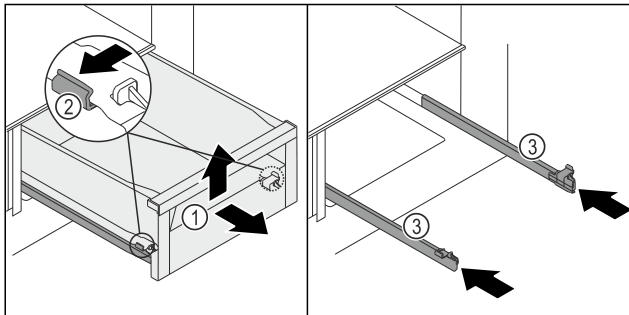

Fig. 246
- ▶ Schubfach *Fig. 246 (1)* bis zum Anschlag herausziehen.
- ▶ Klemme *Fig. 246 (2)* links und rechts an den Schienen gleichzeitig leicht nach außen drücken.
- ▶ Schubfach *Fig. 246 (1)* löst sich von den Schienen.
- ▶ Schubfach *Fig. 246 (1)* vorne hochheben.
- ▶ Schubfach *Fig. 246 (1)* nach vorne entnehmen.
- ▶ Schienen *Fig. 246 (3)* einschieben.